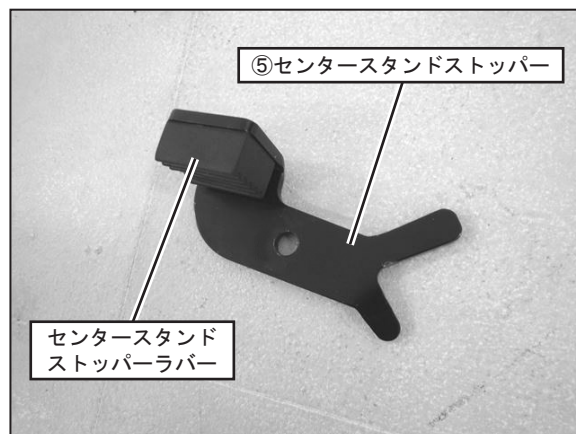

FIG. 2
4. 手順3で外したセンタースタンドストッパーのラバーを⑤センタースタンドストッパーに車両下側向きになるように取り付けて下さい。(FIG. 2 参照)